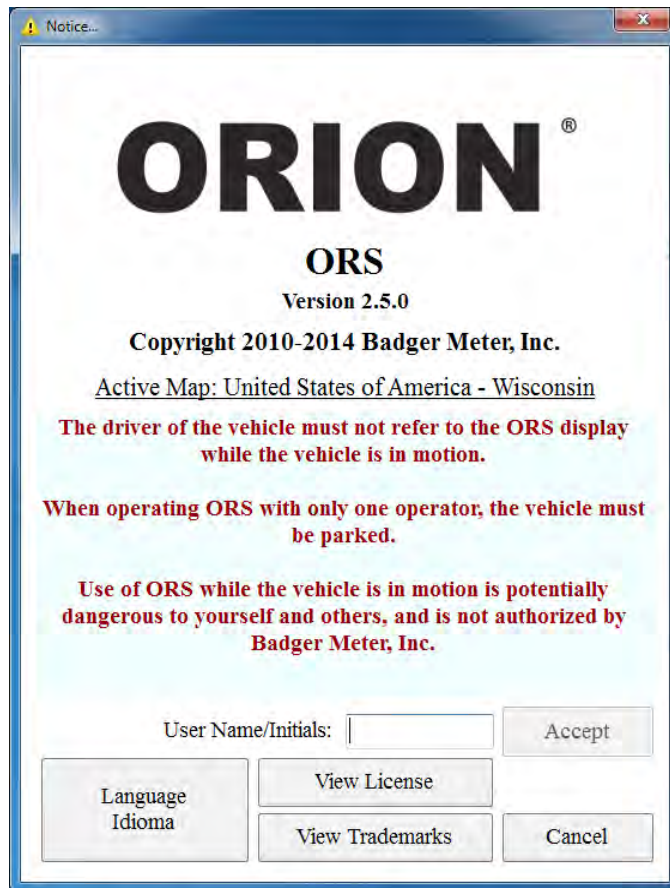

Figura 6: Pantalla de ingreso
*Resultado: Se abre la pantalla de ingreso inicial del software. Vea la en la Figura 6 página siguiente.*
La pantalla de ingreso (*Figura 6*) es la pantalla inicial que se abre al iniciar la aplicación de software ORS. Debajo de la fecha de copyright del software, verá el estado para el que se cargaron los mapas. Aparece un mensaje de advertencia visible en la pantalla que alerta al lector del medidor acerca de los peligros de mirar las pantallas de ORS mientras conduce.